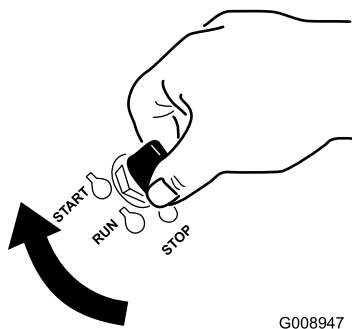

Figura 31
1. Rotii cheia în poziia PORNIRE (Figura 31).